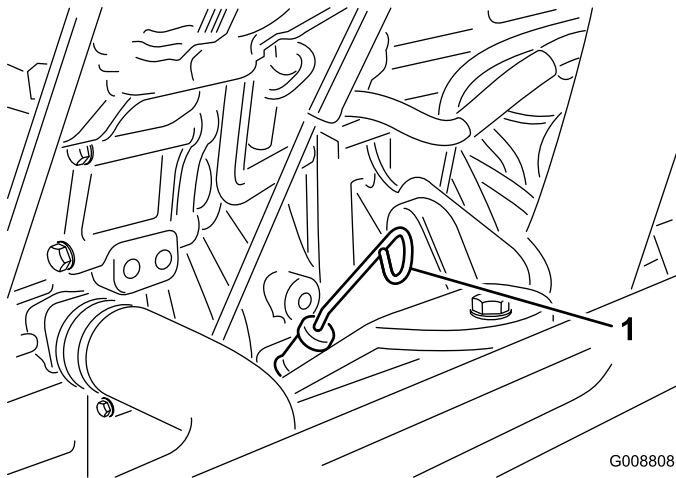

Bild 5
- Entfernen Sie den Peilstab, wischen ihn ab und führen ihn wieder in das Rohr ein; ziehen Sie ihn dann wieder heraus. Der Ölstand sollte an der VOLL-Markierung sein (Bild 5).